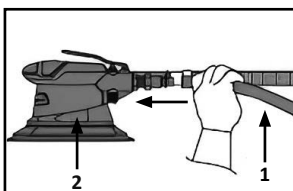

Fig. 3
1. Impostare la pressione di esercizio del compressore a 90 PSI (6,3 bar) e collegare un'estremità del tubo dell'aria (1) al compressore e l'altra estremità del tubo dell'aria all'utensile (2). (Fig. 3)